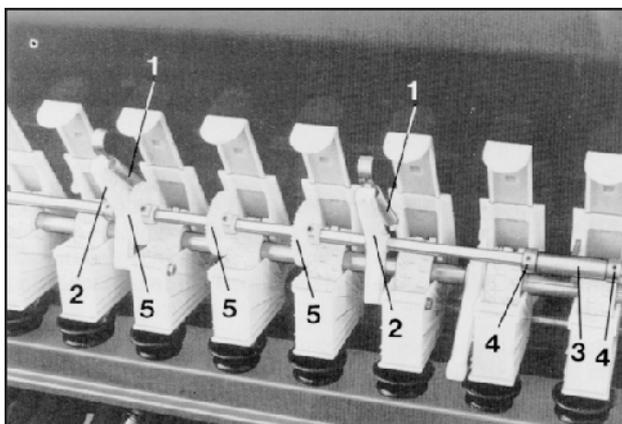
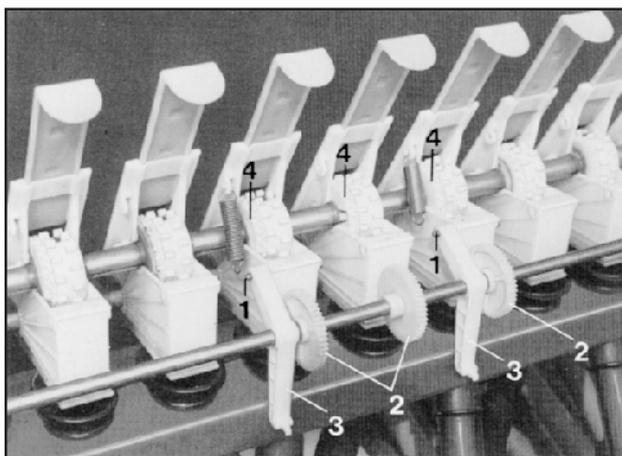

Рис. 16.8
Рис. 16.9
- Пружины (рис. 16.8/1) между корпусами высевающих аппаратов и поворотными опорами (рис. 16.8/2) необходимо отсоединить, а промежуточный вал откинуть назад (рис. 16.9).
- Крепление (рис. 16.8/3), которое аксиально фиксирует промежуточный вал, закреплено за паз в корпусе высевающего аппарата. Это крепление при откидывании промежуточного вала из паза вынимается и после произведенного монтажа крепится в тот же паз или в паз корпуса соседнего высевающего аппарата. Крепление (рис. 16.8/3) аксиально фиксируется на промежуточном вале при помощи установочных колец (рис. 16.8/4).
- Шестигранные болты (рис. 16.9/1), при помощи которых поворотные опоры крепятся с левой и с правой стороны у корпусов высевающих аппаратов, необходимо отвинтить.
- Поворотные опоры (рис. 16.9/3) и пластиковые приводные шестерни (рис. 16.9/2) передвинуть на промежуточном вале.
- Установочные болты (рис. 16.9/4) "новых" высевных катушек для прокладки технологических колей ослабить до такой степени, чтобы катушки свободно вращались на приводном валу высевающих аппаратов.
- Поворотные опоры (рис. 16.9/3) закрепить слева и справа у корпусов высевающих аппаратов, а пружины поворотных опор прикрепить к корпусам высевающих аппаратов.
Монтаж пластиковых приводных шестерней (рис. 16.8/5) выполняется так, как описано в пункте 16.5. Пластиковые приводные шестерни монтировать на промежуточном вале только на правой стороне сеялки. Приводные шестерни нужно монтировать на промежуточном вале таким образом, чтобы расстояние от правой внешней стороны сеялки до высевных катушек, прокладывающих технологическую колею, составляло половину следа от колес трактора. При работах с опережающим маркером демонтируется левый диск маркера.